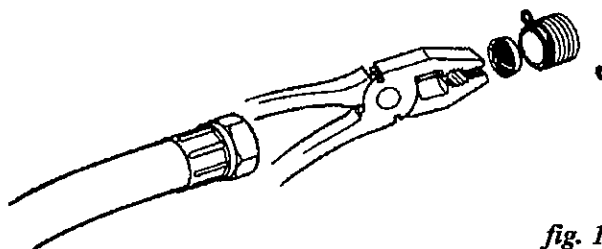

fig. 19
- Remove the filters inside machine water inlets (*fig. 19*), pull towards the outside with pliers.
- Sacar los filtros del interior de las entradas de agua de la máquina (*fig. 19*), tirando hacia el exterior con la ayuda de unos alicates.
- Enlever les filtres à l'intérieur des arrivées d'eau de la machine (*fig. 19*), en poussant vers l'extérieur à l'aide de pinces.